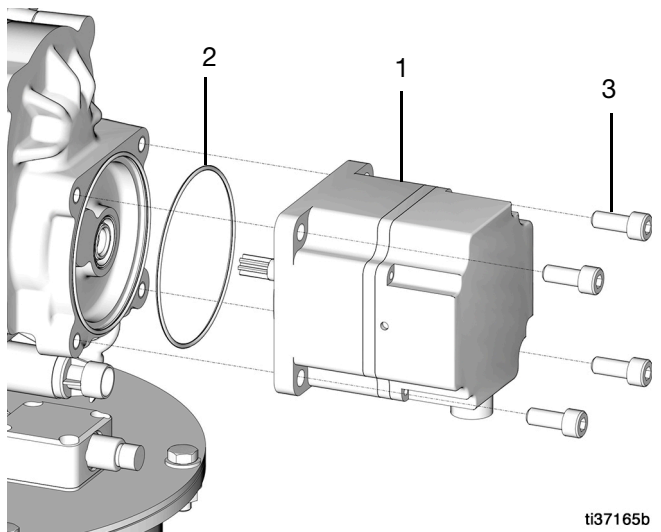

Рис. 72
32. Поместите уплотнительное кольцо (2) и прикрепите двигатель (1) к насосу четырьмя болтами (3) (момент затяжки: 14,9 Н•м, 11 фунт-футов) (Рис. 72).